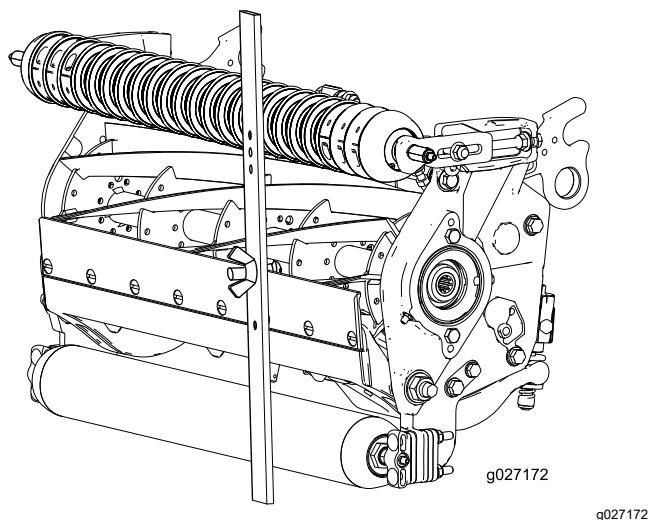

图 17
3. 将螺栓头钩在底刀的刀刃上并将调刀尺的后端放到后滚筒上 图 17。
4. 旋转调节螺栓直到前滚筒接触到调刀尺 图 17。